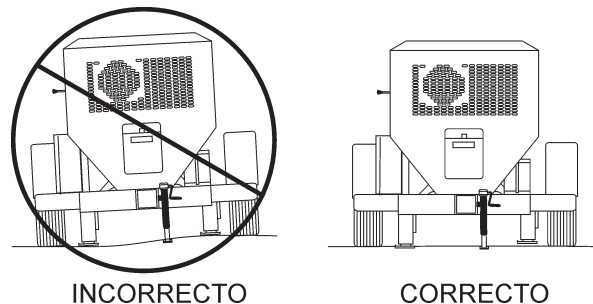

Figura 18. Despliegue del estabilizador trasero
17. Coloque ambos estabilizadores en firme (no sueltos) **nivelados** (Figura 18).